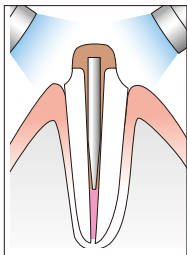

図24
- ① 圧接した状態でレジンポストコアの各面に当たるように場所を変えて、各々10秒間光照射を行います(図24)。なお、根管内は光が届き難いため、圧接後5分以上待って、次の操作を行ってください。